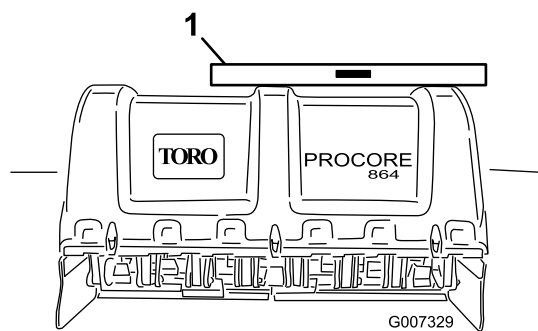

図 15
- 機体の上面に水準器を置いて、機体の左右の水平を調べる 図 15。